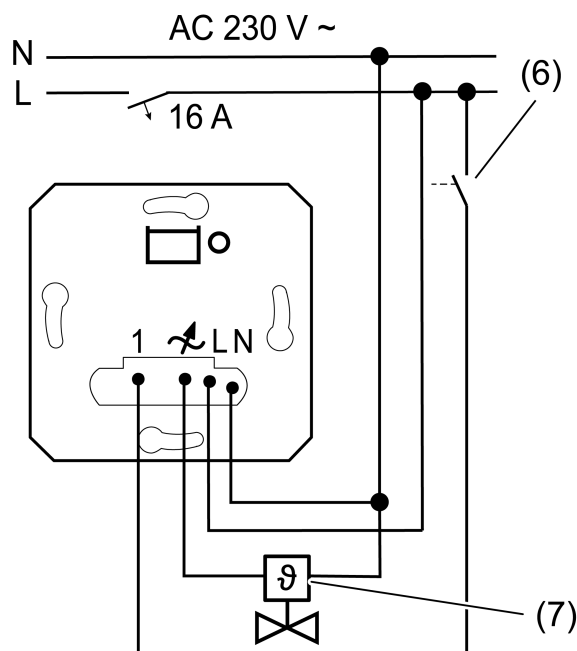

Imagen 3: Esquema de conexiones en combinación con elemento de mando regulador de la temperatura ambiente
**Conexión y montaje del aparato como regulador de la temperatura ambiente (Imagen 3)**